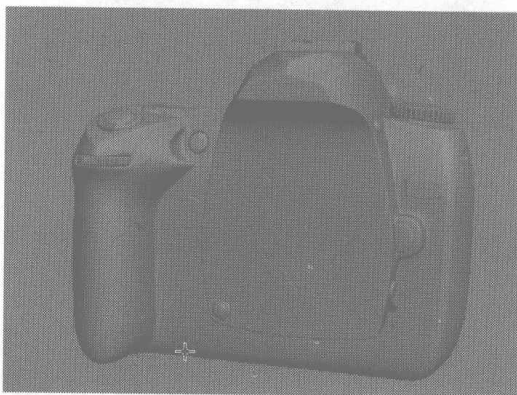

图 6.313
- 06** 其他一些简单的按钮制作效果如图 6.313 所示。